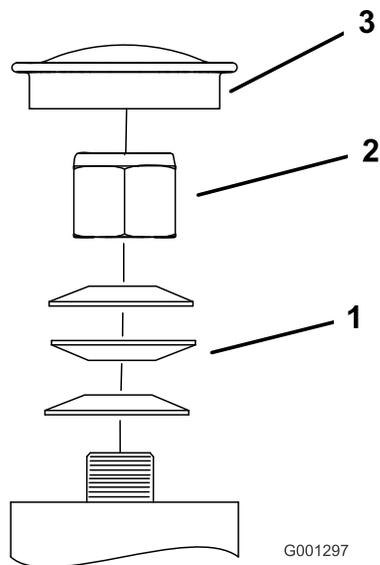

Рисунок 56
3. Снимите пылезащитную крышку с поворотного колеса и затяните контргайку (Рисунок 56).
4. Затягивайте контргайку до тех пор, пока пружинные шайбы не станут плоскими, и затем отверните на $\frac{1}{4}$ оборота, чтобы правильно установить предварительную нагрузку на подшипниках (Рисунок 56).
Внимание: Убедитесь, что пружинные шайбы установлены правильно, как показано на Рисунок 56.
5. Установите пылезащитную крышку (Рисунок 56).